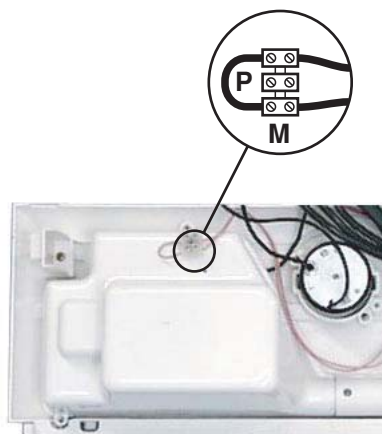

fig. 6.3-2
- staccare il ponte P dalla morsetteria M dedicata al collegamento (fig. 6.3-2)